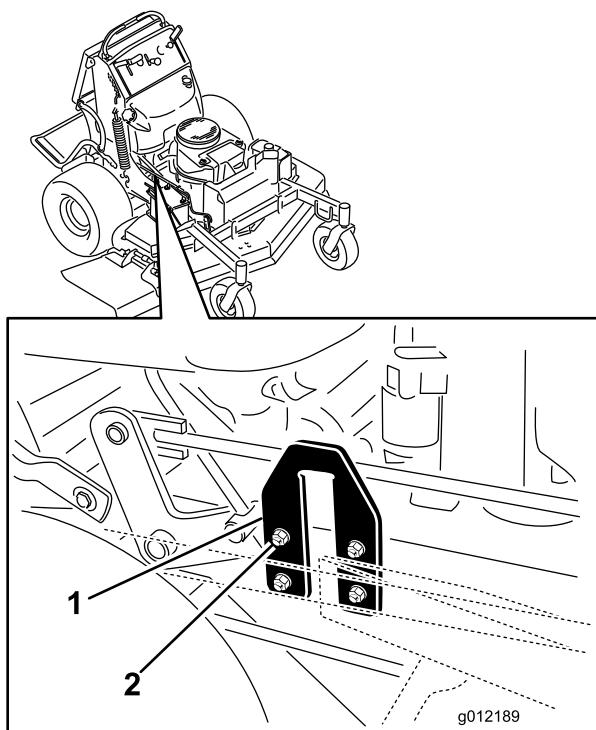

Figura 84
2. Localize as placas em U na plataforma do lado do motor (Figura 84).
3. Desaperte a placa em U num dos lados e ajuste-a para cima ou para baixo de forma a que a diferença entre as medidas **B** e **C** não seja superior a 6 mm (Figura 84).